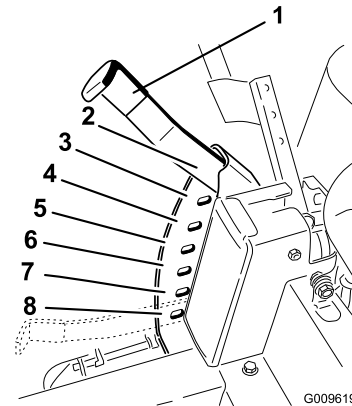

Figura 18
1. Levante la palanca de ajuste de la altura de corte a la posición de transporte, es decir, la posición de altura de corte **G** (que es también la posición de altura de corte de 115 mm) (Figura 18).